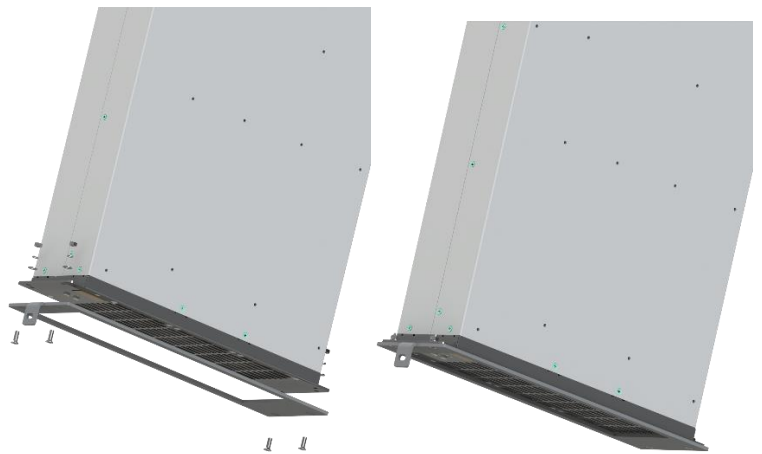

Рисунок 5.15. Зарядний модуль з кронштейном
7. Закріпіть кронштейн на модулі за допомогою знятих кріплень (рис. 5.15).